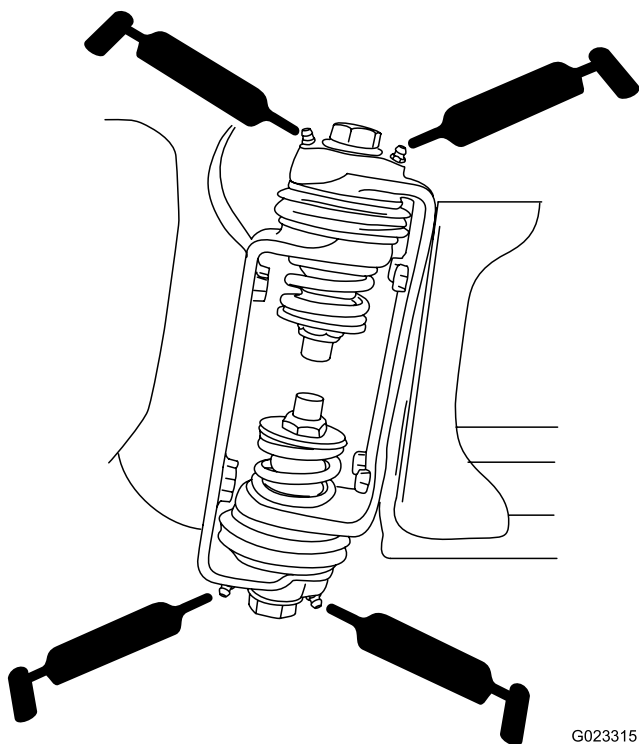

Figura 17
2. Introduza massa lubrificante no rolamento ou casquilho de cada encaixe Figura 17.